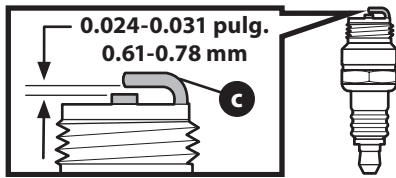

Figura 15
3. Mida la separación de bujía con un calibrador. Corrija de ser necesario torciendo el electrodo (c) lateral (Figura 15). La separación debe establecerse en 0,024-0,031 pulg.